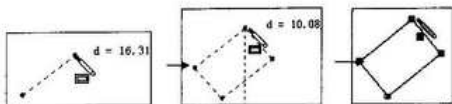

图 2-15 平行四边形的绘制流程
(1) 单击标准工具栏中的 \square （新建）工具，新建一个文件。
(2) 在特征管理器设计树中选取“前视基准面”，单击 \square （草图绘制）工具进行草图的绘制。
(3) 单击草图工具栏中的 \square （平行四边形）工具，移动鼠标指针在图形区域任意处单击鼠标左键确定实体的起点，移动鼠标指针到与起点有一定角度的位置（注意推理指针的数据显示）确定第二点，最后再确定第三点完成平行四边形的绘制，如图 2-15 所示。
(4) 选取平行四边形的一条边，单击草图工具栏中的 \square （旋转或复制实体）工具，显示“移动或复制”属性管理器，在“旋转”选项栏的“角度”文本框中输入 45°，单击 \square （确定）按钮使实体与水平线呈 45°。